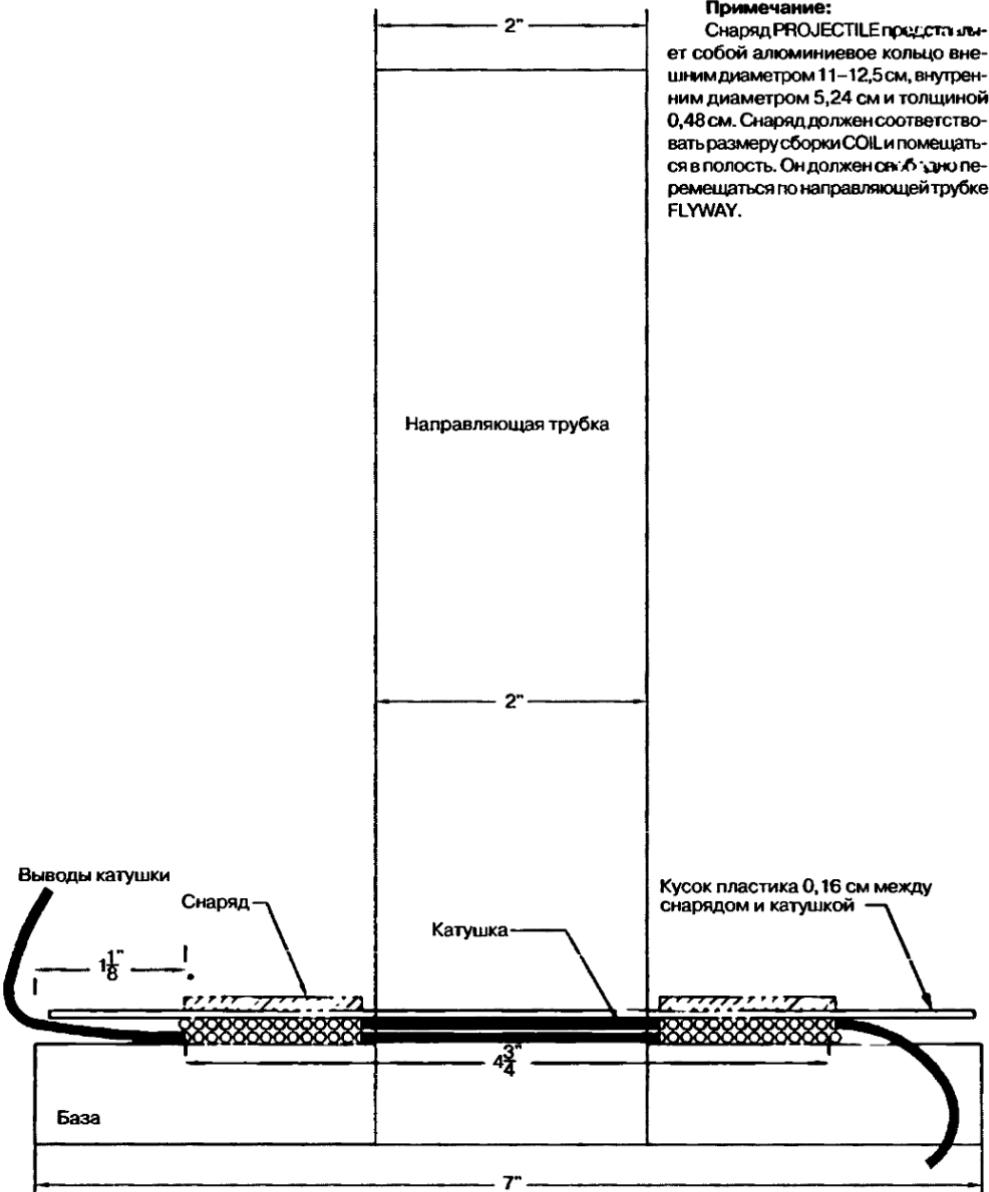

Рис. 4.5. Простой ускоритель для энергии менее 1000 Дж
3. Соберите ускоритель масс, как показано на рис. 4.2. Сборка составных частей ускорителя масс, показанных на рис. 4.3 и 4.4, требует больших усилий, но ускоритель масс такой конструкции может выдержать энергию до 2000 Дж без пробоя. Устройство, представленное на рис. 4.5, проще, но не позволяет превысить 1000 Дж без пробоя.